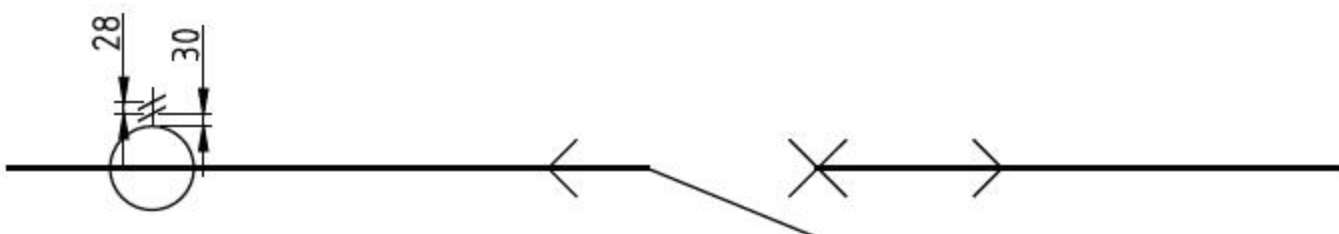

图9-120 复制斜线
**07** 继续调用L【直线】命令，绘制斜线；调用CO【复制】命令，复制斜线，如图9-120所示。